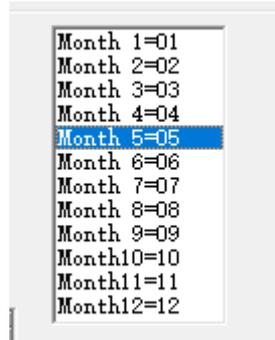

图 4-41
自定义月份字符: 当用户选择了月份作为对应的文本时，会在右侧出现如图 4-41。用户可以自己定义月份字符，不再使用软件默认的数字，改用其它的字符来表示，只需要双击选中的月份，输入代表月份的其它字符，最后在软件界面上显示的月份就是用输入的字符表示的。
2. 选择生成的文本对象, 选择使能变量文本, 然后点击增加按钮, 系统会弹出图 4-41 对话框, 选择网络通讯一项, 设置网口参数, IP 地址参数填入服务器计